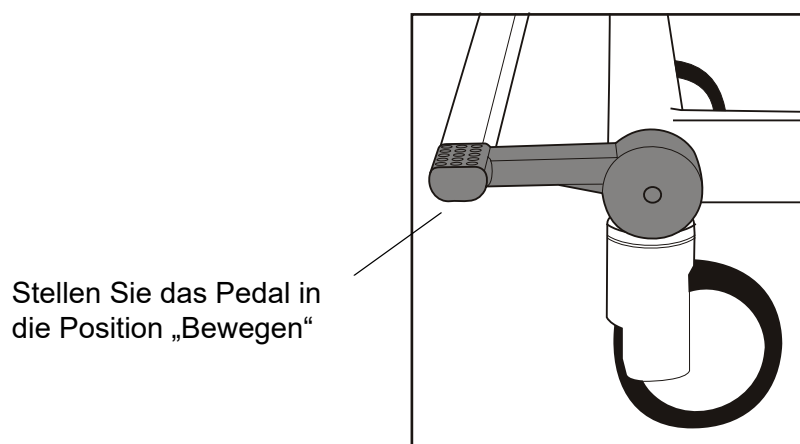

Abb. 6 – Position „Bewegen“
2. Prüfen Sie, ob die Bremsen entriegelt sind und sich das Bremspedal in der „entriegelten“ Position befindet. **(Siehe Abb. 6)**